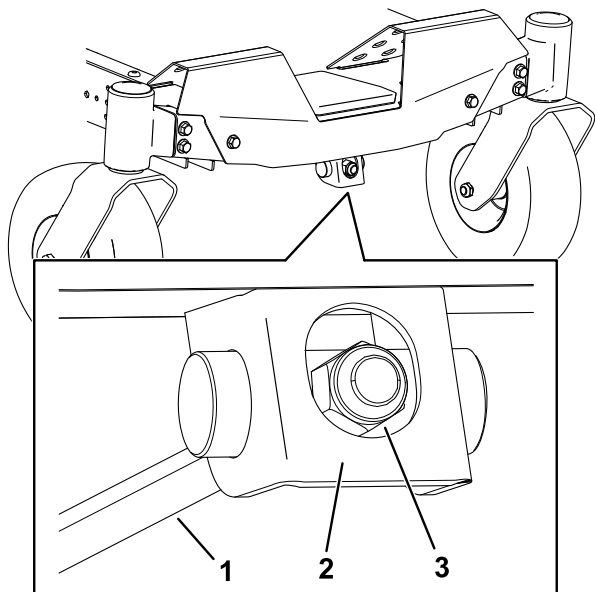

Figura 71
1. Rode a porca de ajuste na frente do cortador (**Figura 71**).